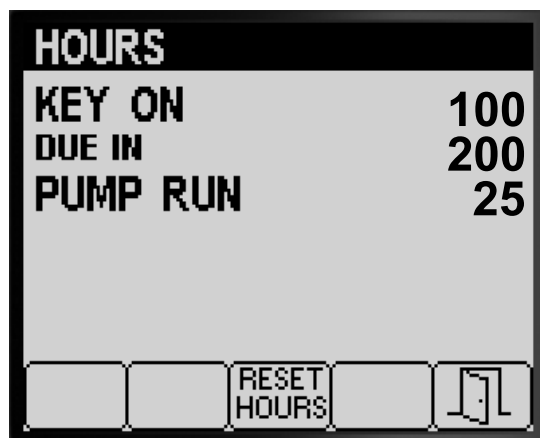

図 81
- 画面に表示されるカウンタの数値 図 81 から、以下のことが分かる
4. すべての時間情報をリセットするには、ボタン 3 を押す 図 81。
5. ボタン5を押すと HOURS 画面を終了し、整備画面に戻る 図 81。